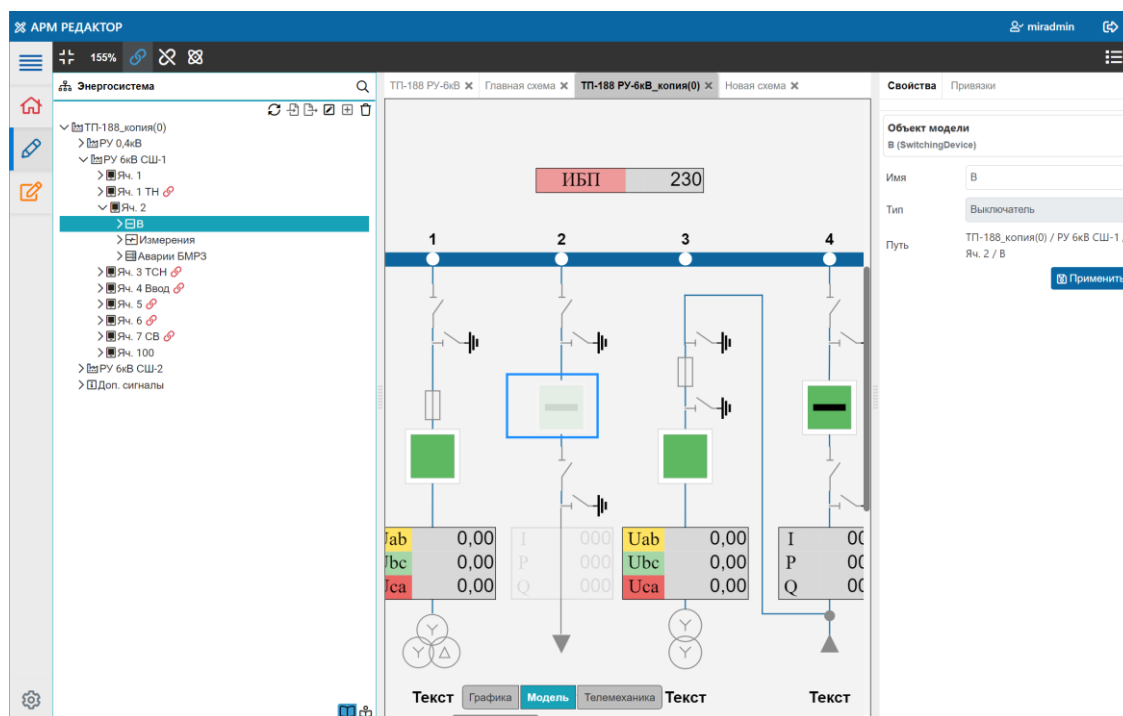

Рисунок 68
- выбрать объект в дереве энергосистемы и выделить на схеме графический объект, который следует привязать (рисунок 68);